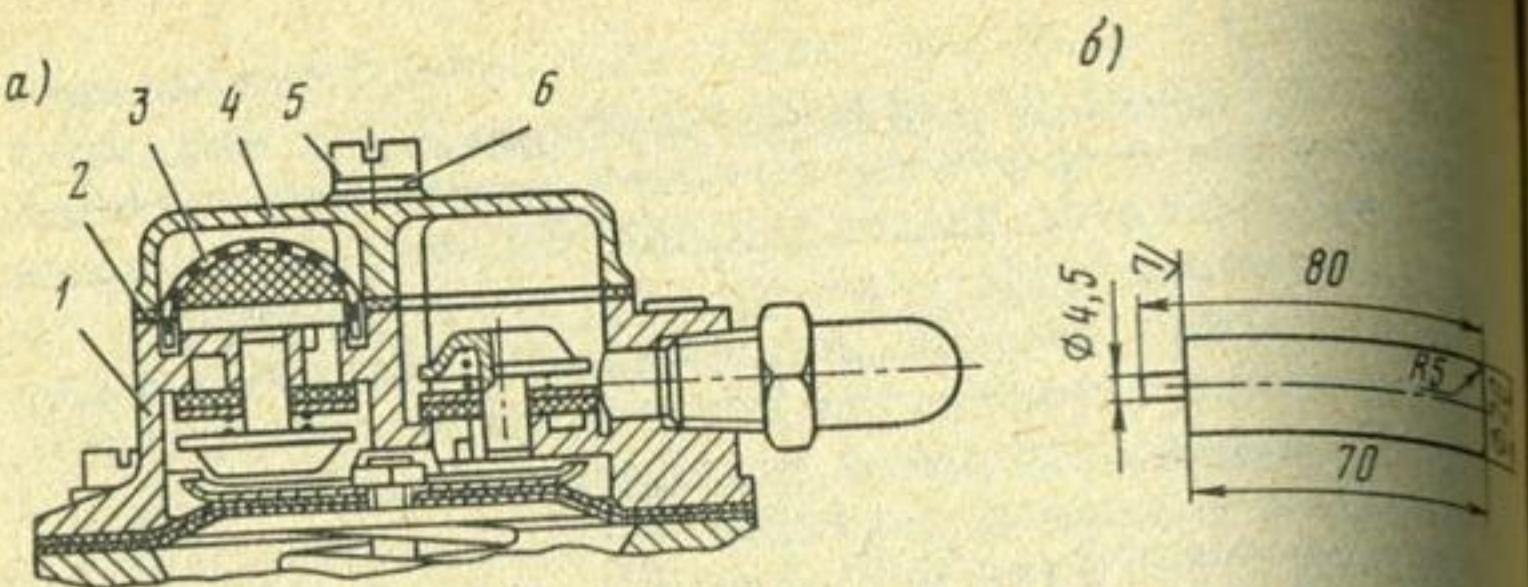

Рис. 42. Головка топливного насоса (а) и притир для седел клапанов, материал — сталь, чугун (б):
6. Отверните два винта 5 (рис. 42, а) крепления крышки 4 головки топливного насоса и снимите ее, стараясь не повредить прокладку 2.